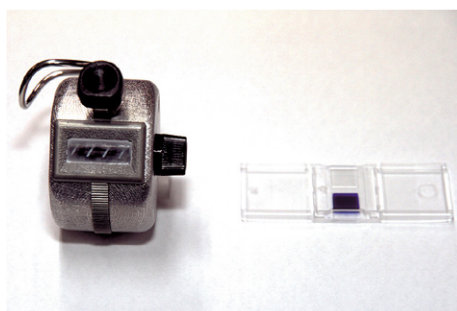
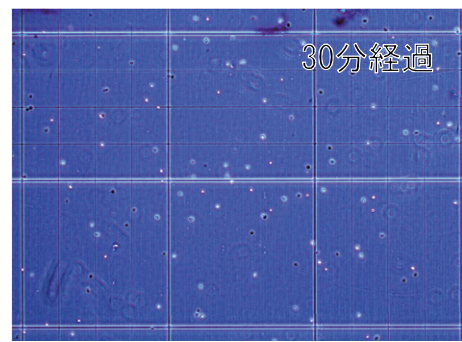

図12-4 カウンターと細胞係数盤
図12-6 細胞計数盤に流し込んだ後の細胞の状態(30分経過)
- (11) フラスコに細胞を残さないように、細胞浮遊液全量を15mLチューブへ移す。
- (12) 細胞浮遊液100  $\mu$ Lを1 mLピペットでマイクロチューブへ移す(細胞数計測用、氷中)。
- (13) 15mLチューブを遠心分離する。(190  $\times$  g [1,000rpm]、3分)
- (14) 細胞係数盤に流し込んだ後、5分で細胞数を計測する。(図12-4～図12-6)
- (15) 遠心後、細胞ペレットを確認し、パストゥールピペットで上清を静かに吸引する。